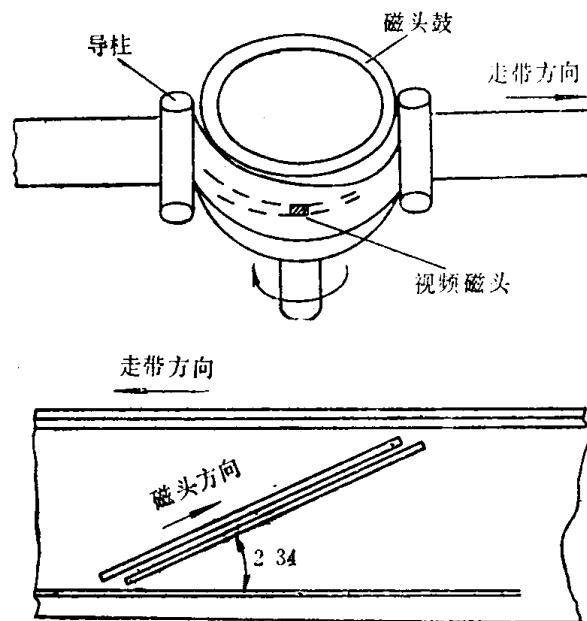

图 1-2 1 英寸螺旋扫描方式
1. C 型机采用螺旋扫描方式不分割图象。它与原来的 4 磁头在磁带上的横向扫描方式不同（横向扫描分割图象）。C 型规格的基本形式如图 1-2 所示，视频磁头鼓的转速与场频同步，一场电视信号被记录在一条斜向排列的磁迹上，没有寻迹噪声。